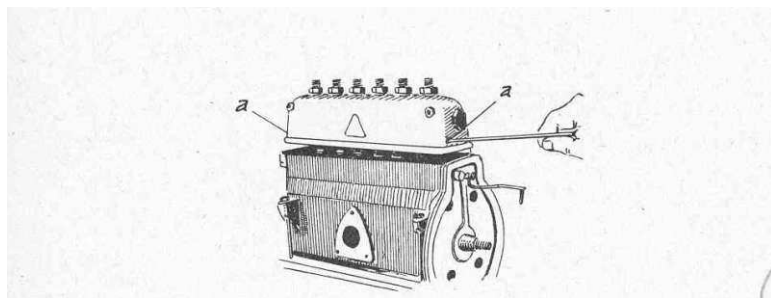

Bild 6 Das Oberteil der Deckel Pumpe kann abgenommen werden, nachdem die beiden Muttern a gelöst sind
1. Die beiden Befestigungsmuttern a (Bild 6) lösen